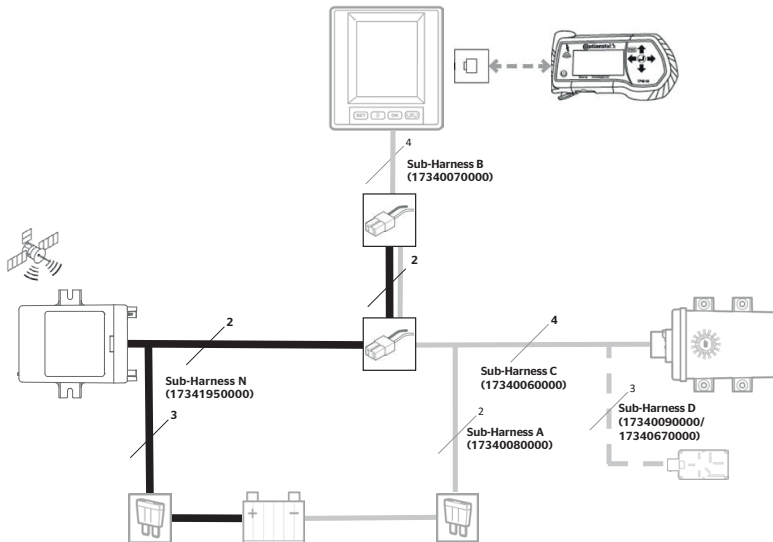

Fig. 1: Variante A
- ◆ Conecte el mazo de cables N tal y como se muestra en la **“Fig. 1: Variante A”**.